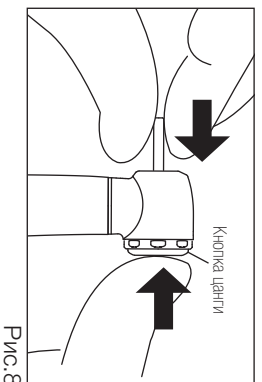

Рис. 8
- 1) Вставьте бор до упора в отверстие цанги (Рис. 8).